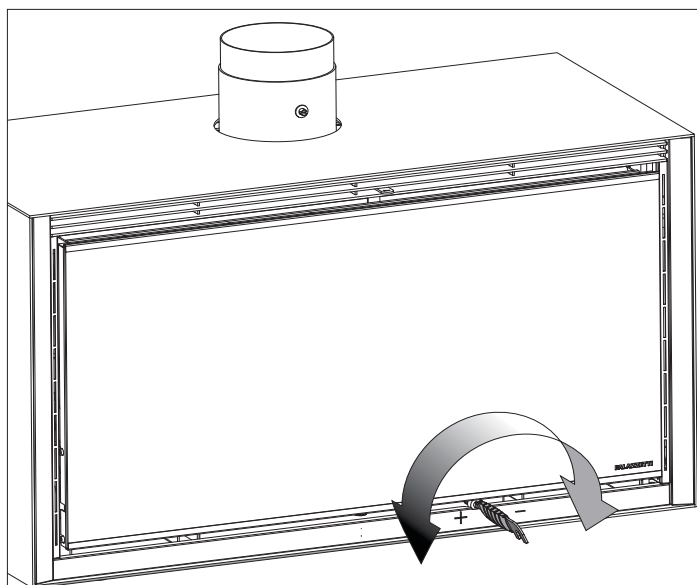

fig. 6.1
- ouvrir la régulation de l'air primaire au maximum (fig.6.1) ;
La combustion est réglée en insérant la poignée main froide fournie, dans la fente située à la base du cadre de la porte et en la tournant vers la droite pour réduire l'air et vers la gauche pour l'augmenter (fig.6.1).